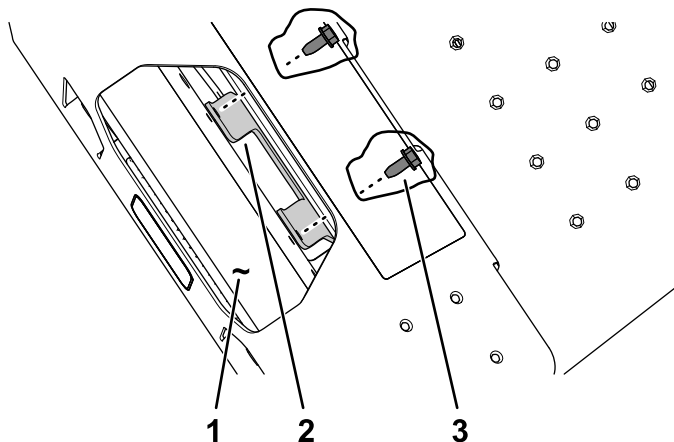

Figure 3
3. Si votre machine est équipée d'une **plate-forme standard**, fixez le support d'éclairage avant au tube d'essieu avant à l'aide des 2 vis autotaraudeuses (5/16" x 3/4") fournies avec le kit (Figure 3).